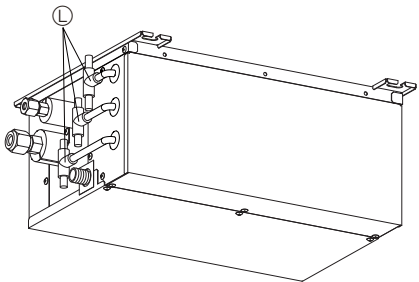

Fig. 9-7
- Para dividir el cableado de cada bloque de terminales en 2 derivaciones fuera de la caja de la rama, el uso de conducto de cables de dos derivaciones Ⓛ. (Fig. 9-7)